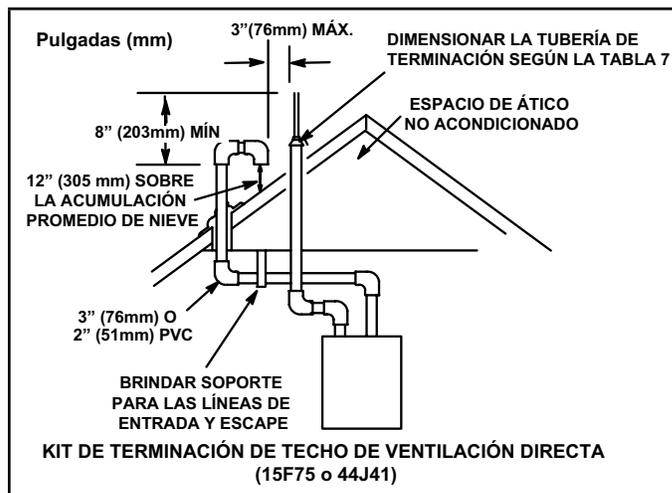

FIGURA 30
Las tuberías de entrada y de escape se pueden tender ya sea horizontalmente a través de una pared exterior o verticalmente a través del techo. En instalaciones en un ático o clóset, se prefiere la terminación vertical a través del techo. La FIGURA 30 a la FIGURA 38 muestran terminaciones típicas.
- 3 - En las terminaciones de techo, la tubería de entrada debe terminar recta hacia abajo usando dos codos de 90° (FIGURA 30).